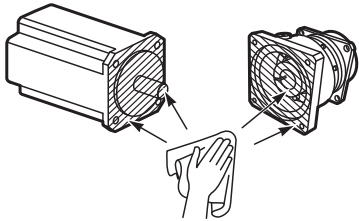

图 F1
- （1）请将电机轴和减速机法兰面的防锈剂和油污等擦拭干净。（图 F1）
- （2）请将减速机放在合适的平台上，使联轴器③位于正上方。
- （3）请拆下安装孔塞①。
- （4）手动对准位置，确保可以通过安装孔①拧紧联轴器紧固螺栓②。
- （5）将电机轴插入联轴器③的中心孔中，并垂直压入，使电机与连接台④的止口嵌合。